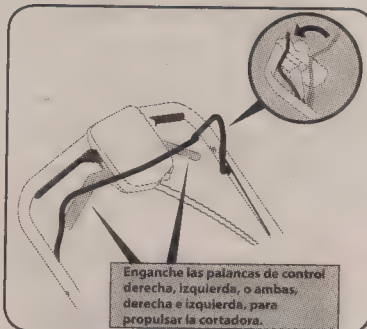

Figura 3-2
1. Una vez que el motor esté funcionando y mientras sigue oprimiendo el control de la cuchilla, apriete cualquiera de los controles de la transmisión (o ambos) contra la manija superior para propulsar la cortadora. Vea la Figura 3-2.